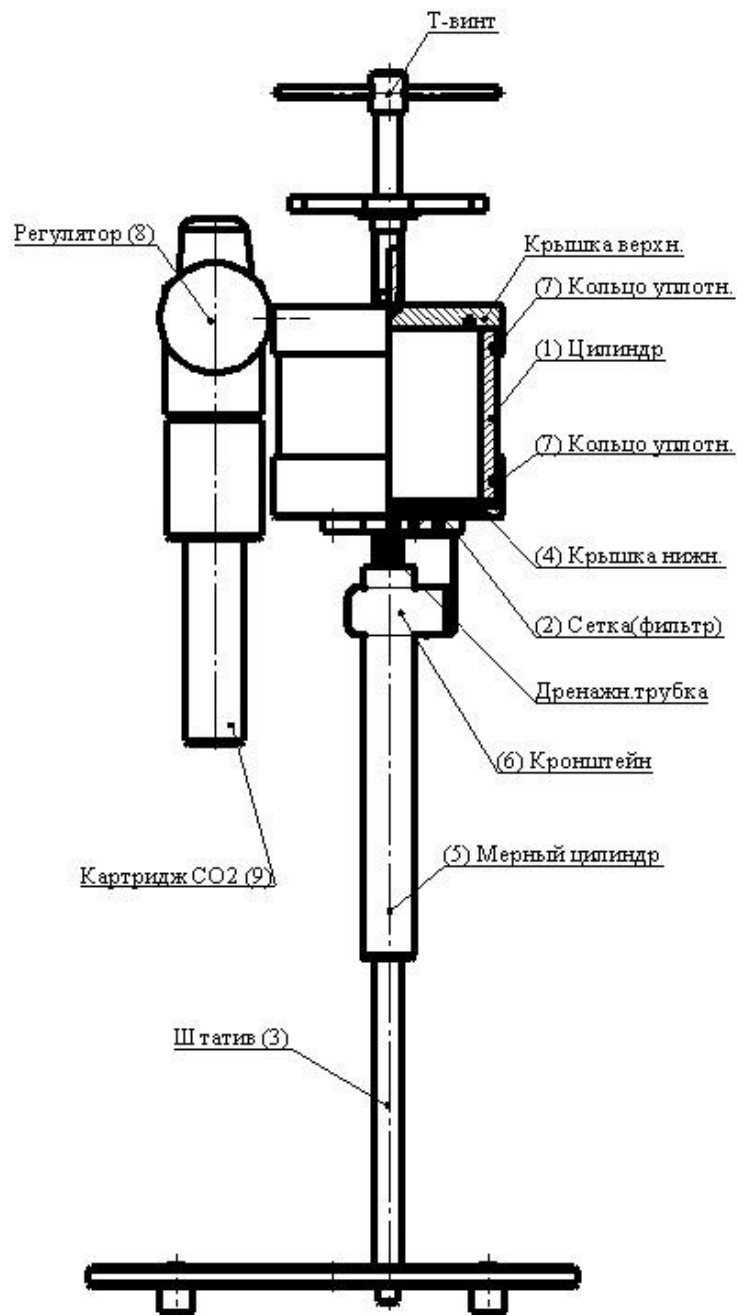

РИСУНОК 1 - Фильтр-пресс ФП-2
Фильтр-пресс ФП-2 (рис. 1) состоит из следующих основных узлов: Основной деталью является цилиндрическая фильтровальная ячейка (1) для бурового раствора, с внутренним диаметром - 90мм. и высотой не менее - 70мм. В углубление нижней крышки (4) устанавливается сетка (2), на которую помещается фильтровальная бумага. Для получения коррелируемых результатов, должна использоваться фильтровальная бумага диаметром - 90мм одинаковой толщины. Ячейка изготовлена из материалов, стойких к высокощелочным растворам, и установлена таким образом, чтобы носитель давления мог быть легко подан вовнутрь и отведен через регулятор (8).